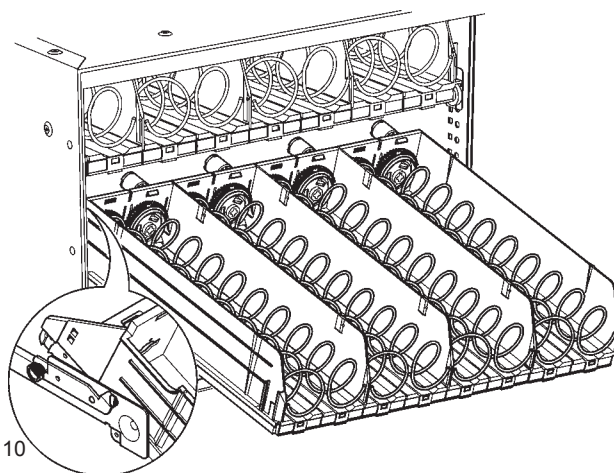

Fig. 10
- Estrarre un vassoio alla volta tirandolo verso di sé. I vassoi superiori si inclineranno verso il basso facilitando il caricamento (vedi fig.10).